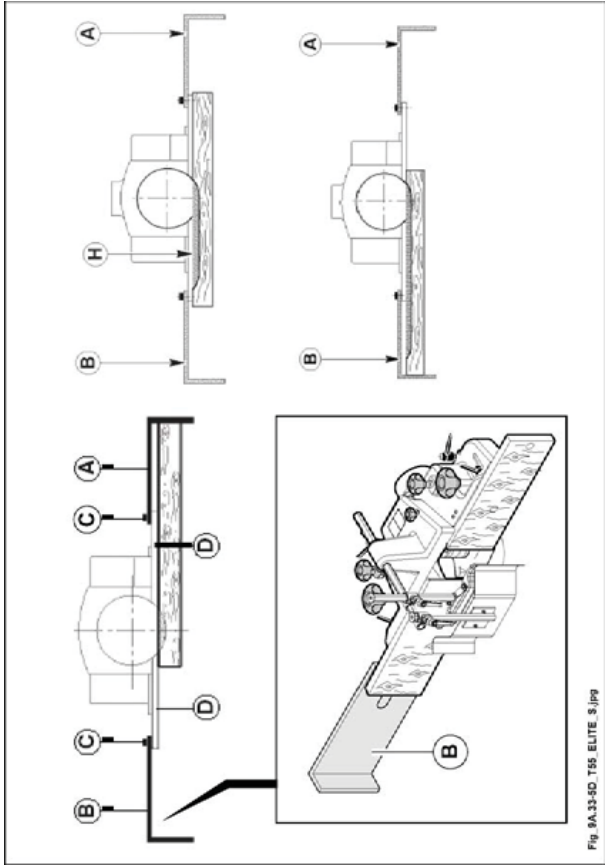

Abb. 9.33-5D
Für nicht durchgehendes Fräsen (H Abb. 9.33-5D) und für die Bearbeitung von kurzen Werkstücken müssen an der Einlauf- und Auslauführung die Abweisschutzanschläge (A Abb. 9.33-5D) und (B Abb. 9.33-5D) (nicht mitgeliefert) angebracht werden.
Diese Anschläge sind mit den Schrauben (C Abb. 9.33-5D) an den Führungen (D Abb. 9.33-5D) zu befestigen.
- das Holzstück an den Anschlag (A Abb. 9.33-5D) legen und gegen die Fräse drücken;
- das Werkstück bis zum Anschlag (B Abb. 9.33-5D) vorschieben.